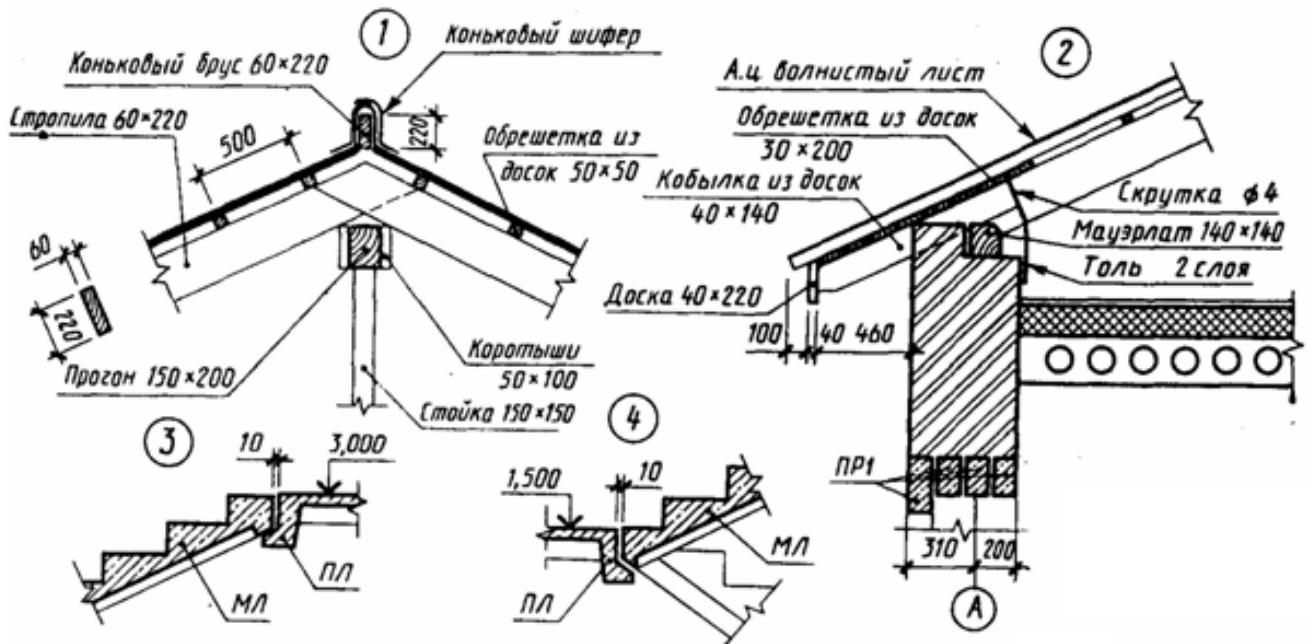

Рисунок 51 - Пример выполнения чертежей узлов
- Не соблюдая масштаба, но соблюдая пропорциональность, выполнить строительный узел, рис.51.